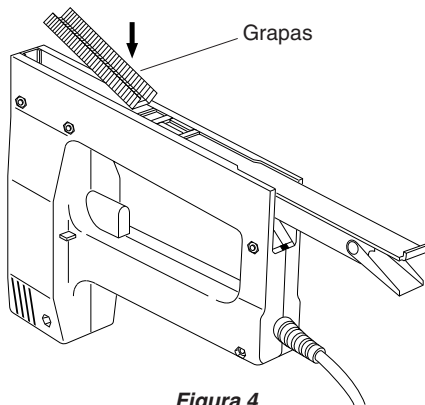

Figura 4
- Suelte las grapas en del canal (vea Figura 4).